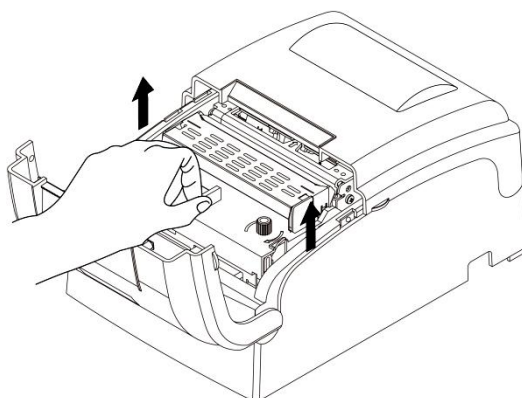

图 4
- 3) 用拇指和食指捏住色带盒把柄，如图4所示，将整个色带盒向上提起，这样色带盒就取出来了。